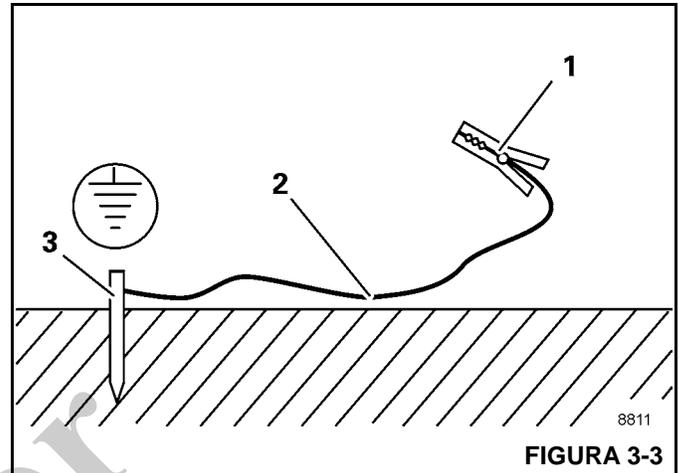

FIGURA 3-3
1. Entierre una varilla de metal (3, Figura 3-3) [de aproximadamente 2.0 m (6.6 pies) de largo] al menos 1.5 m (5 pies) en el suelo.
2. Humedezca la tierra alrededor de la varilla de metal (3) para obtener una mejor conductividad.
3. Sujete con abrazadera un cable aislado (2) a la varilla metálica (3), sección transversal de por lo menos 16 mm² (0.025 pulg²).
4. Conecte el extremo libre del cable con una abrazadera (1) a un lugar del marco que sea buen conductor eléctrico.